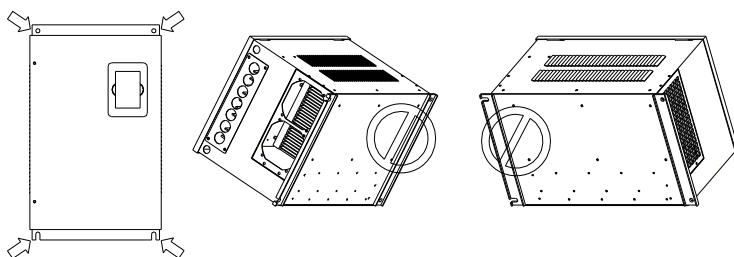

图 1-7 变频器安装示意图
- 变频器装在控制柜内, 应保证控制柜与外界通风流畅。请垂直安装变频器, 便于热量向上散发, 不能倒置; 若柜内有较多变频器时, 要保证变频器的散热空间。最好并排安装; 在需要上下安装时, 请安装隔热导流板 (详见图 1-7)。